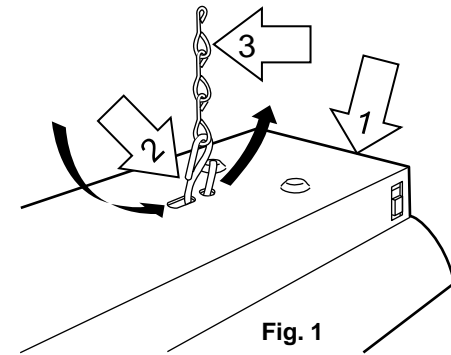

Fig. 1
1. Attach the small loop of each “S” HOOK (2) to the end of each SUPPORT CHAIN (3). Feed the large loop of each “S” HOOK (2) through the holes provided at each end of the CHANNEL (1). Close both ends of each “S” HOOK (2) using pliers. (Fig. 1)
2. Select the desired installation location. Be sure that a standard 120 V – 60 Hz outlet is located within reach of the fixture’s power cord. Install two hooks (not included) on the desired location of the ceiling. Be sure to install the ceiling hooks no more than fixture length apart. Install the fixture to the ceiling by looping the remaining ends of each SUPPORT CHAIN (3) to each ceiling-installed hook.
3. To install the tube lamps, guide the pins on one end of the lamp into one socket (4). Guide the other end of the tube into the opposite socket (4). Rotate the tube 90° (1/4 turn) in either direction until seated. Be sure to use the correct type and wattage lamps, which are specified on the provided label on the fixture.
1. Coloque el bucle pequeño de cada GANCHO "S" (2) al final de cada CADENA DE SOPORTE (3). Inserte el bucle grande de cada GANCHO "S" (2) a través de los agujeros provistos en cada extremo del CANAL (1). Cierre ambos extremos de cada GANCHO "S" (2) con unos alicates. (Fig. 1)
2. Seleccione el lugar de instalación deseado. Asegúrese de que un enchufe estándar de 120 V - 60 Hz este al alcance del cable de alimentación del aparato. Instale dos ganchos (no incluido) en la ubicación deseada del techo. Asegúrese de que los ganchos del techo no se instalen mas lejos que la longitud de la lámpara. Instale el aparato en el techo haciendo un bucle en los extremos restantes de cada cadena (3) a cada gancho del techo instalado.
3. Para instalar los tubos fluorescentes, guíe los pasadores en un extremo de la tubo hacia un extremo de la tubo hacia un ZOCALO (4). Guíe el otro extremo del tubo hacia el ZOCALO (4) opuesto. Gire el tubo 90° (1/4 vuelta) en cualquier dirección hasta que se asiente. Asegúrese de usar el tipo y potencia correcto de lámparas que se especifican en la etiqueta de la lámpara.
- Enfiler les petites boucles de crochets en S (2) à une extrémité de chaque chaîne de support (3). Enfiler les grands boucles de crochets en S (2) à travers les trous prévus dans le boîtier (1). Fermer les deux extrémités de chaque crochet en S (2) à l'aide d'une pince. (Fig. 1)
- Choisir un emplacement pour l'installation. S'assurer qu'une prise secteur standard 120 V/60 Hz se trouve à portée du cordon d'alimentation en la lampe. Installer deux crochets (non fournis) à l'emplacement choisi au plafond. Fixer la lampe au plafond en passant l'autre extrémité des deux chaînes (3) dans les crochets.
- Pour installer des tubes fluorescents, guidez les broches à une extrémité de l'tube dans l'une des douilles (4). Placez l'autre extrémité de l'ampoule dans la douille (4) opposée. Faites pivoter l'tube 90° (1/4 tour) dans un sens ou l'autre jusqu'à ce qu'elle se bloque en place. Assurez-vous d'utiliser le bon type et lampes de puissance qui sont indiquées sur l'étiquette fournie avec l'appareil.